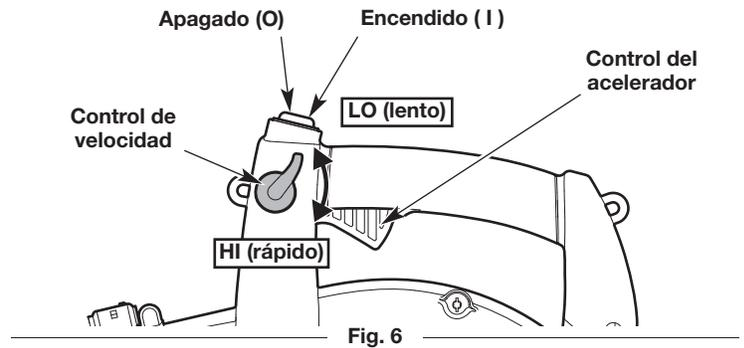
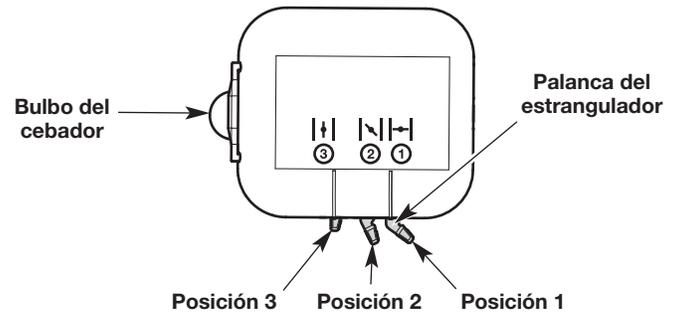

Fig. 6
Fig. 7
**NOTA:** No es necesario encender la unidad. El interruptor de encendido/apagado está en la posición ENCENDIDO (1) en todo momento (Fig. 6).
3. Presione y luego suelte el bulbo del cebador lentamente **10 veces** (Fig. 7).
4. Mueva el control de crucero a la posición **LO (lento)** (Fig. 6).
**NOTA:** Mantenga el control de crucero en posición **LO (lento)** y **NO** presione el control del acelerador hasta el paso 10 (Fig. 6).
5. Coloque la palanca del estrangulador en la **Posición 1** (Fig. 7).
8. **NO** apriete el control del acelerador. Coloque la palanca del estrangulador en la **Posición 2** (Fig. 7).
10. Apriete y mantenga oprimido el control del acelerador o mueva el control de crucero a la posición **HI (rápido)** (Fig. 6). Deje que el motor se caliente durante 30 a 60 segundos.
11. Siga oprimiendo el control del acelerador o mueva el control de crucero a la posición **HI (rápido)** (Fig. 6). Pase la palanca del estrangulador a la **Posición 3** (Fig. 7) y siga calentando el motor durante 60 segundos más. Se puede usar la unidad durante este período.
2. Oprima y mantenga apretado el interruptor de encendido/apagado en la posición **APAGADO (0)** hasta que el motor se pare por completo (Fig. 6).
**NOTA:** No es necesario encender la unidad. El interruptor de encendido/apagado está en la posición ENCENDIDO (I) en todo momento (Fig. 6).
**NOTA:** Mantenga el control de crucero en posición **LO (lento)** y **NO** presione el control del acelerador hasta el paso 12 (Fig. 6).
9. **NO** apriete el control del acelerador. Coloque la palanca del estrangulador en la **Posición 2** (Fig. 7).
12. Apriete y mantenga oprimido el control del acelerador o mueva el control de crucero a la posición **HI (rápido)** (Fig. 6). Deje que el motor se caliente durante 30 a 60 segundos.
13. Siga oprimiendo el control del acelerador o mueva el control de crucero a la posición **HI (rápido)** (Fig. 6). Pase la palanca del estrangulador a la **Posición 3** (Fig. 7) y siga calentando el motor durante 60 segundos más. Se puede usar la unidad durante este período.
2. Oprima y mantenga apretado el interruptor de encendido/apagado en la posición **APAGADO (O)** hasta que el motor se pare por completo (Fig. 6).
- Use el control de velocidad para facilitar la operación continua (Fig. 6).